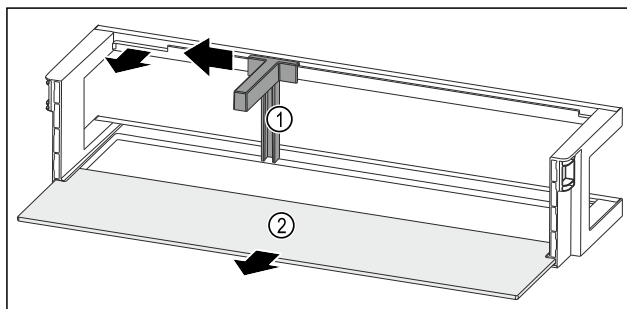

Fig. 164 Dveřní přihrádka s držákem lahví a odkládací plochou
- ▶ Držák lahví Fig. 164 (1) posuňte na stranu až k vybrání.
- ▶ Držák lahví Fig. 164 (1) odeberte.
- ▶ Odkládací plochu Fig. 164 (2) odeberte.